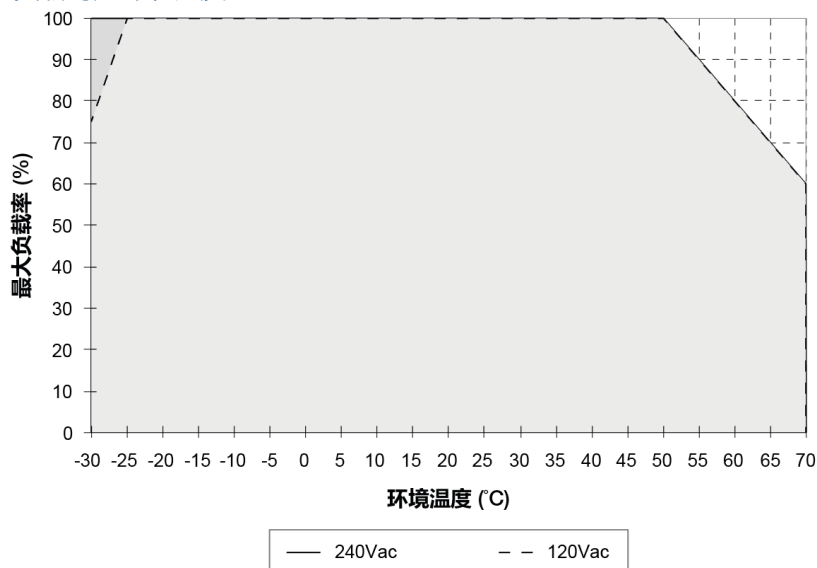

图. 1 垂直及水平安装降额
1. 电源如果持续在降额曲线外区间使用, 可能导致零部件降级或损坏, 参见图 1 表格。